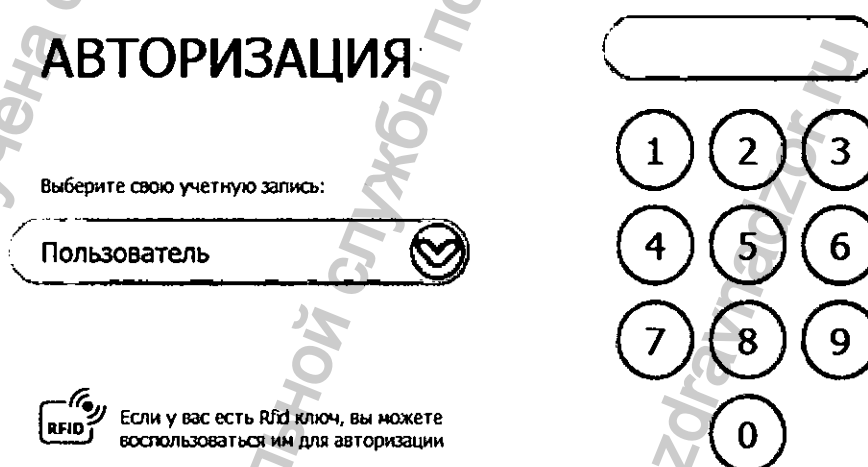

Рисунок 3.97. Окно авторизации пользователя
2. После непродолжительного периода загрузки операционной системы (не более 1 минуты) будет отображен экран **Авторизация** (рисунок 3.97), позволяющий ввести учетные данные пользователя для начала работы.